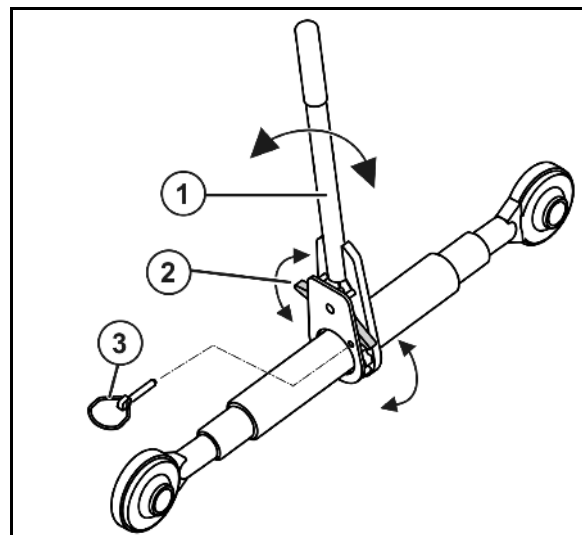

Рис. 38
1. Снимите пружинный фиксатор (Рис. 38/3).
2. Закрепите балансир (Рис. 38/2) в соответствии с нужным направлением вращения.
3. При помощи рычага (Рис. 38/1) удлините/укоротите шпиндель.
4. Зафиксируйте установку пружинным фиксатором (Рис. 38/3).